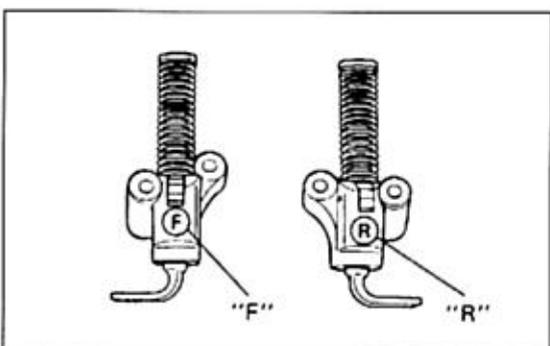

Bild 115
-  Länge der gespannten Steuerkette über 20 Glieder messen (Bild 115). Verschleissgrenze 128,9 mm.